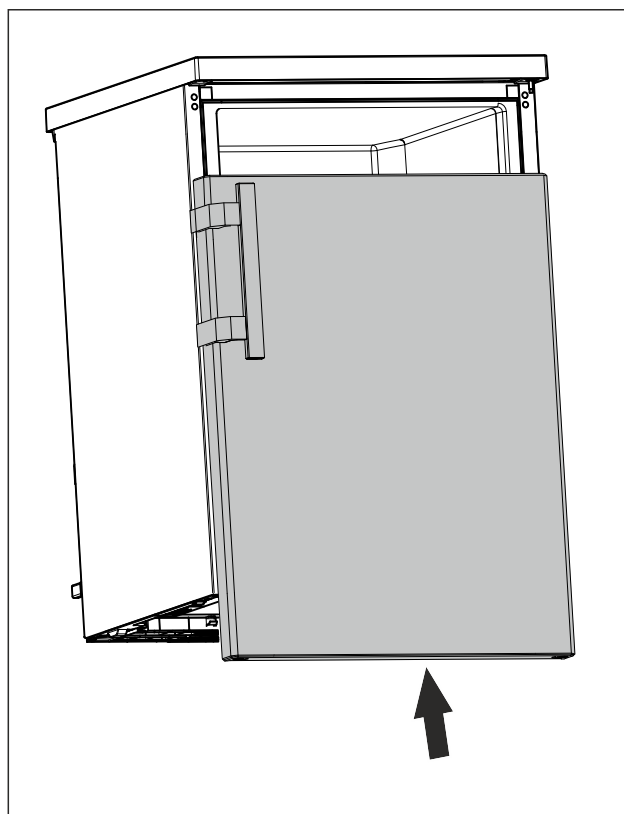

Fig. 22
- ▶ Zamknięte drzwi nasunąć na górny sworznień. (patrz Fig. 22)